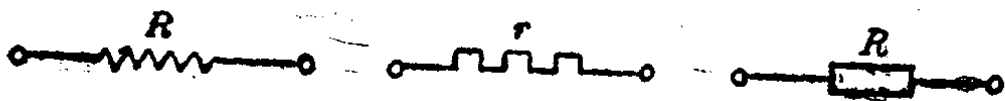

图 1-4 电阻的符号
3. 电阻：电子在金属导体里运动时会遇到阻力，这种阻力是电子和导体中的原子发生碰撞而产生的。这种阻碍电流通过的阻力称为电阻，用符号 R 或 r 表示。电阻不同，电路中在同一个电压作用下的电流也不同。在画电路图时，常用如图1-4所示符号表示电阻。